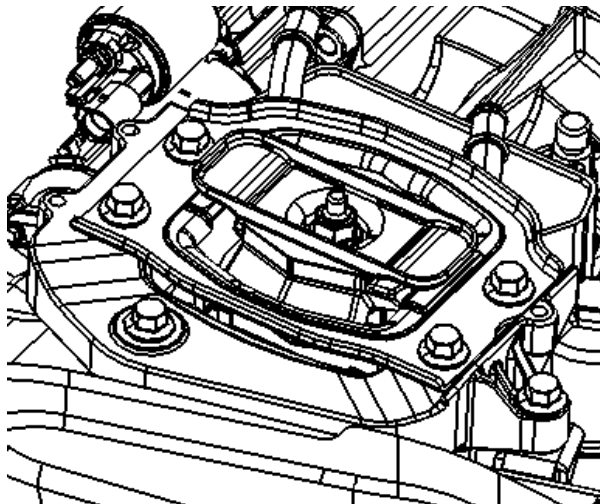

图 9
2.7.2 拆下动力总成左悬置变速箱支架与动力总成左悬置橡胶支座连接的 1 个螺母（如下图 9 所示）。
2.8.4 将左悬置变速箱支架与动力总成左悬置橡胶支座通过一个螺母连接并打紧（如图 9 所示）。
2.9.7 将动力总成左悬置空滤支架与动力总成左悬置车身支架连接的 3 个螺栓打紧力矩为 24 N.m（如图 9 所示）。